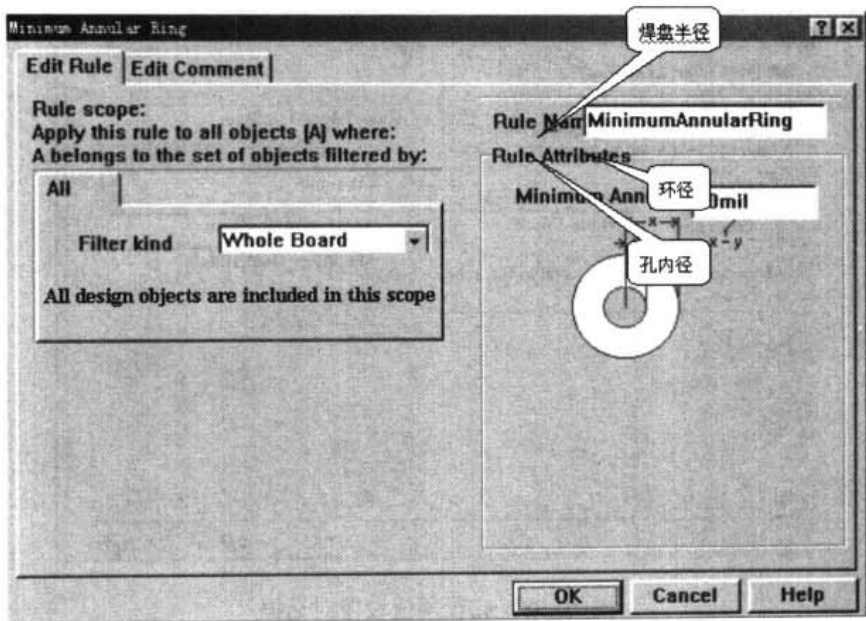

图 10-100 环径阈值设置对话框
- **Minimun Annular Ring:** 环径阈值。用于设置过孔和焊盘的环径的最小值。过孔和焊盘的环径可定义为焊盘半径与孔内径之差。Minimun Annular Ring 设置对话框，即如图 10-100 所示。